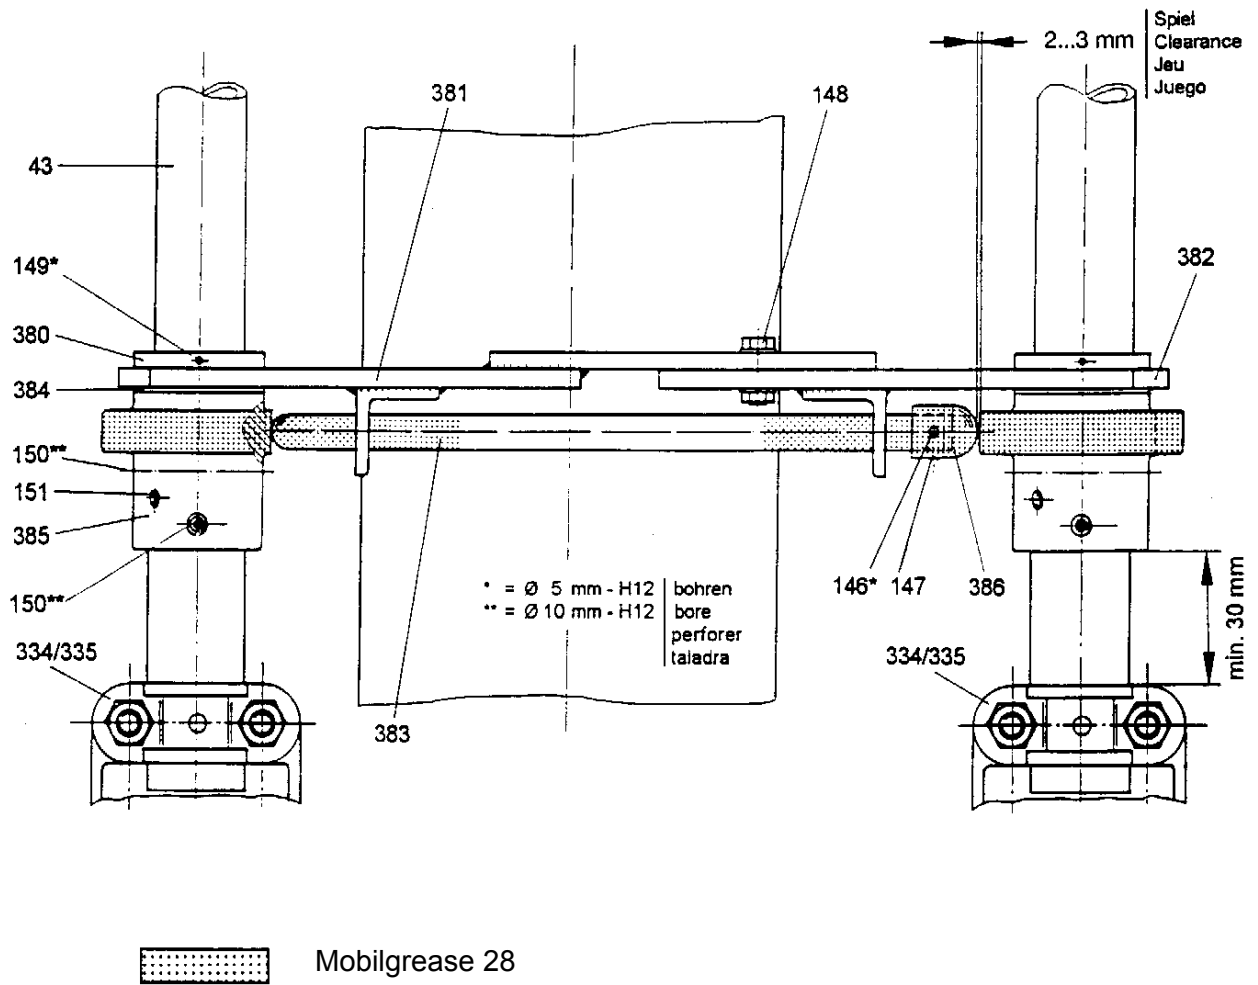

Bild 24
- 7.10.9 Abschließend den gesamten Bereich der sich bewegenden und berührenden Teile gleichmäßig mit Mobilgrease 28 entsprechend Bild 24 einsprühen.